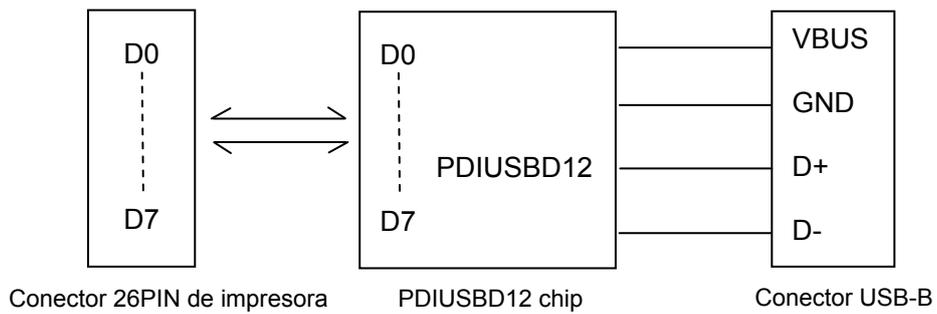

Figure 5-5 Conexión de la impresora y el ordenador por medio de la USB
2. La figura muestra la interface de conexión USB y computadora. (Se muestra en la Figure 5-5).